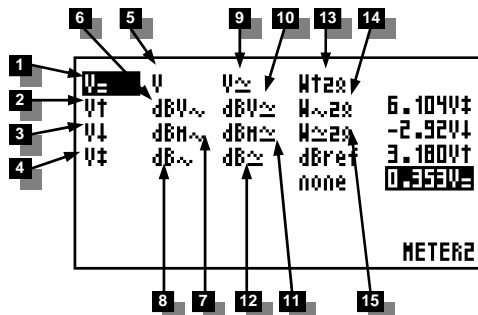
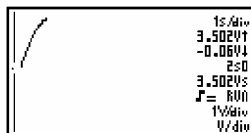

Fig 29
Fig 30
- Als het signaal buiten het scherm verdwijnt of te klein is voor metingen, zal de uitlezing ??? aanduiden. (Fig 29)
- Voor tijdbasissen van 1s/div en trager kunnen de instellingen niet veranderd worden en staan deze vast ingesteld op: Vsample, sample tijd, Vmin en Vmax. (Fig 30)
- Si le signal sort de l'écran, ou lorsque le signal est trop petit pour être mesuré, trois points d'interrogation "???" sont affichés. **Fig 29)**
- Pour des bases de temps de 1s/div et plus lentes, les paramètres ne peuvent pas être modifiés et sont donc fixes: Vsample, sample time, Vmin et Vmax. **(Fig 30)**
- Wenn das Signal aus dem Bildschirm verschwindet oder wenn das Signal bei dB-Messung zu klein ist, zeigt die Anzeige ??? an (**Abb. 29**)
- Für alle Wechselspannungsmessungen (AC): Stellen Sie sicher, dass eine oder zwei Perioden auf dem Bildschirm zu sehen sind oder benutzen Sie die „Auto“ Taste.
- Für Zeitbasen von 1Sek./Div und langsamer können die Einstellungen nicht geändert werden und stehen auf Vsample, Sample-Zeit, Vmin und Vmax fest eingestellt. **(Fig 30)**